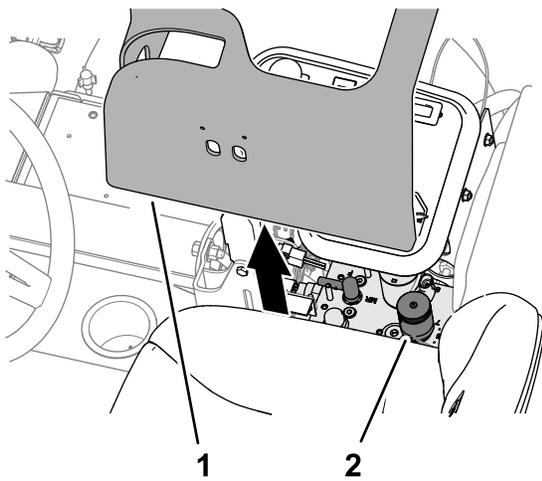

Figure 49
2. Soulevez et déposez le couvercle du bras de commande (Figure 49).